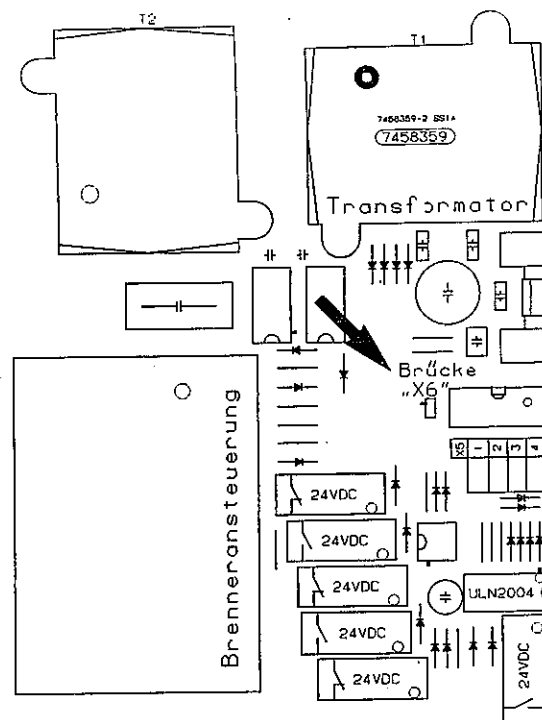

Abb. 42
5. Brückenstecker „X6“ (Abb. 42) abziehen und zu Aufbewahrung wieder auf einen der beiden Kontaktpins aufstecken.